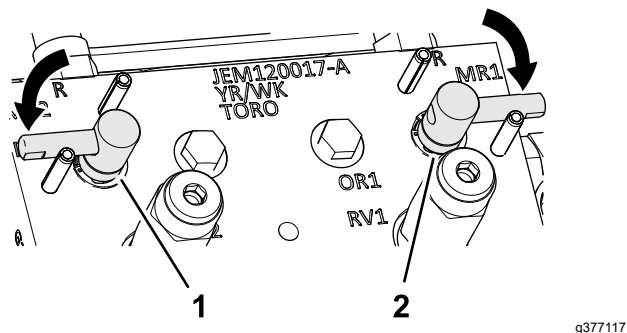

Figura 148
3. Spostate le leve di lappatura in posizione F (tosatura) (Figura 148).